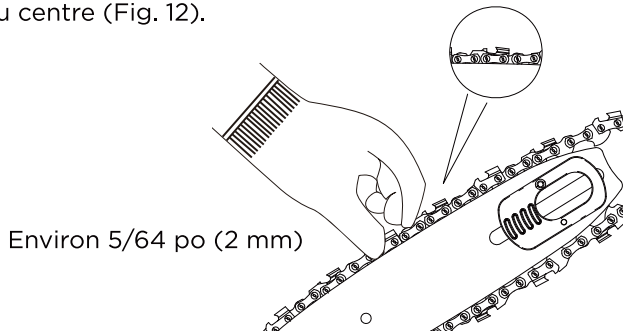

Fig. 12
4. Vérifier la tension de la chaîne d'une main, en tirant la chaîne vers le haut contre le poids du produit. La tension de la chaîne est correcte lorsque la chaîne de scie peut être soulevée d'environ 5/64 po (2 mm) du guide-chaîne au centre (Fig. 12).